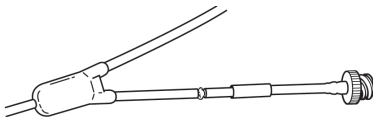

Fig. 13
4. Applicare l'adesivo sul punto di giunzione. (Fig. 13)